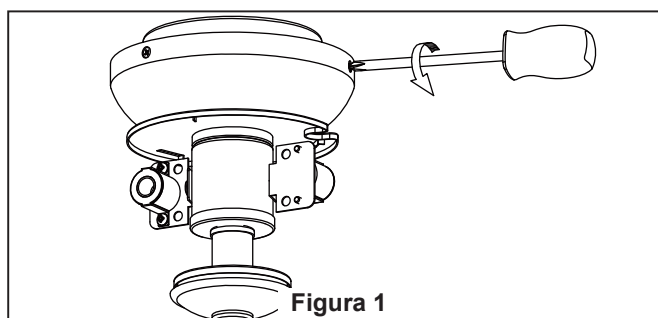

Figura 1
- ☐ 1. Desmonte la unidad redonda de la carcasa del interruptor extrayendo los tres tornillos. (Figura 1)